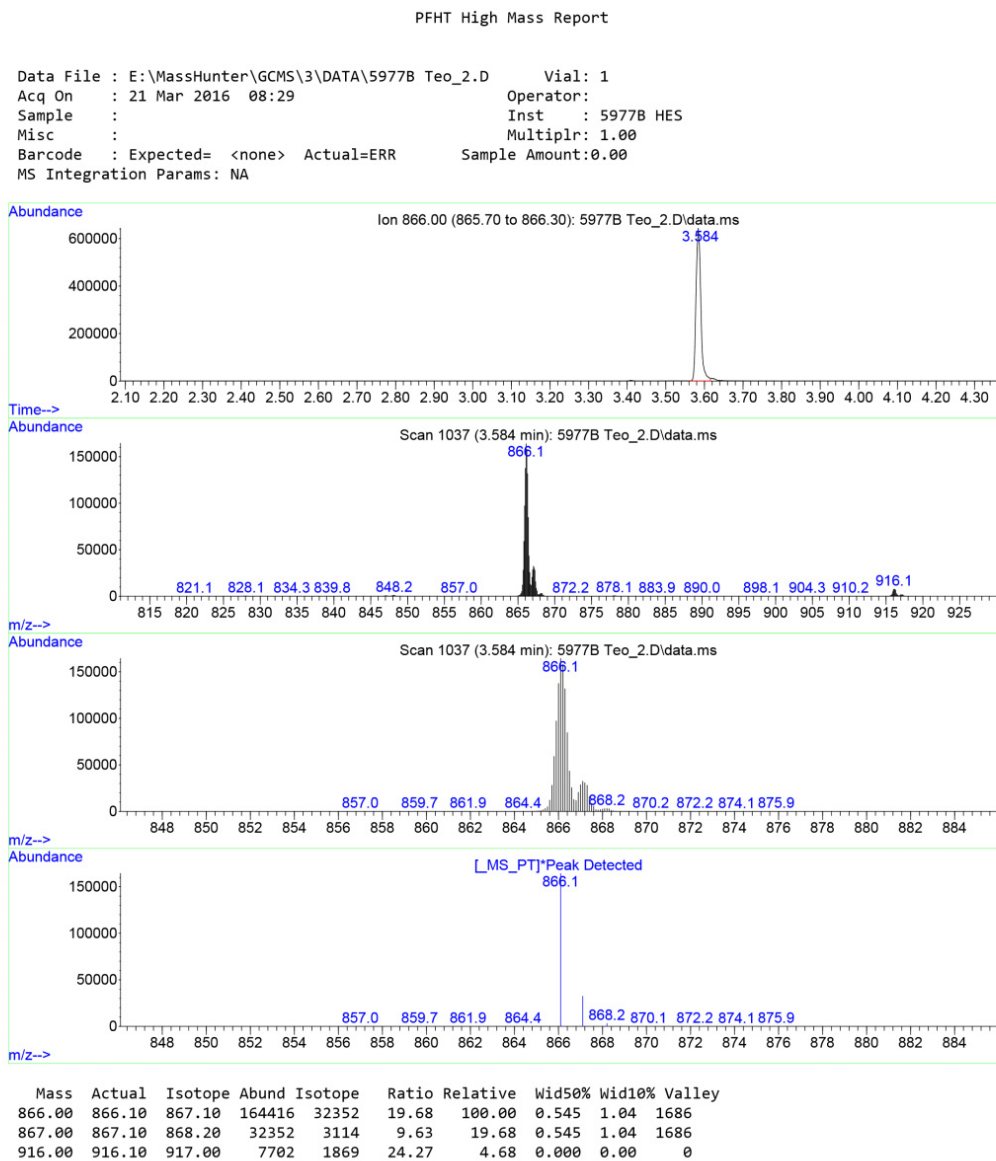

Figure 34. Rapport masses élevées du PFHT
- 7 L'analyse ne prend que 5 minutes, impression du rapport comprise. (Voir **Figure 34** page 120.)